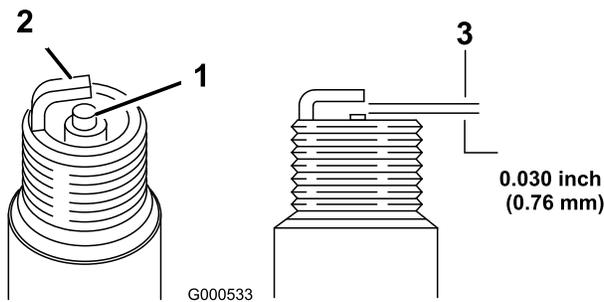

Bild 23
1. Prüfen Sie die Zündkerze (Bild 23).
- Prüfen Sie den Abstand zwischen den mittleren und seitlichen Elektroden (Bild 23). Verbiegen Sie die seitliche Elektrode, wenn der Abstand nicht stimmt.